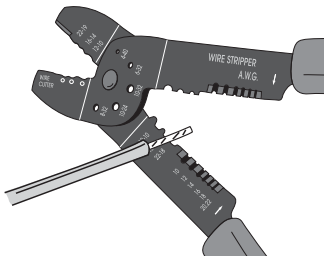

figura 5
1. Quite la funda del cable a una longitud de 0.5 cm (½") (**figura 5**).